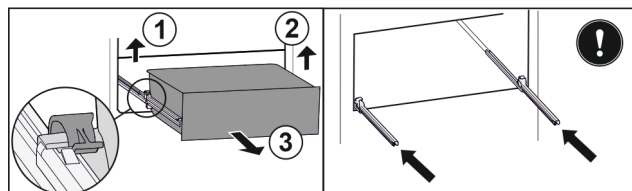

Fig. 149
- ▶ Zvedněte levou svorku a současně vytáhněte zásuvku vlevo dopředu. Fig. 149 (1)
- ▶ Zvedněte pravou svorku a současně vytáhněte zásuvku vpravo dopředu. Fig. 149 (2)
- ▶ Vyjměte zásuvku dopředu. Fig. 149 (3)